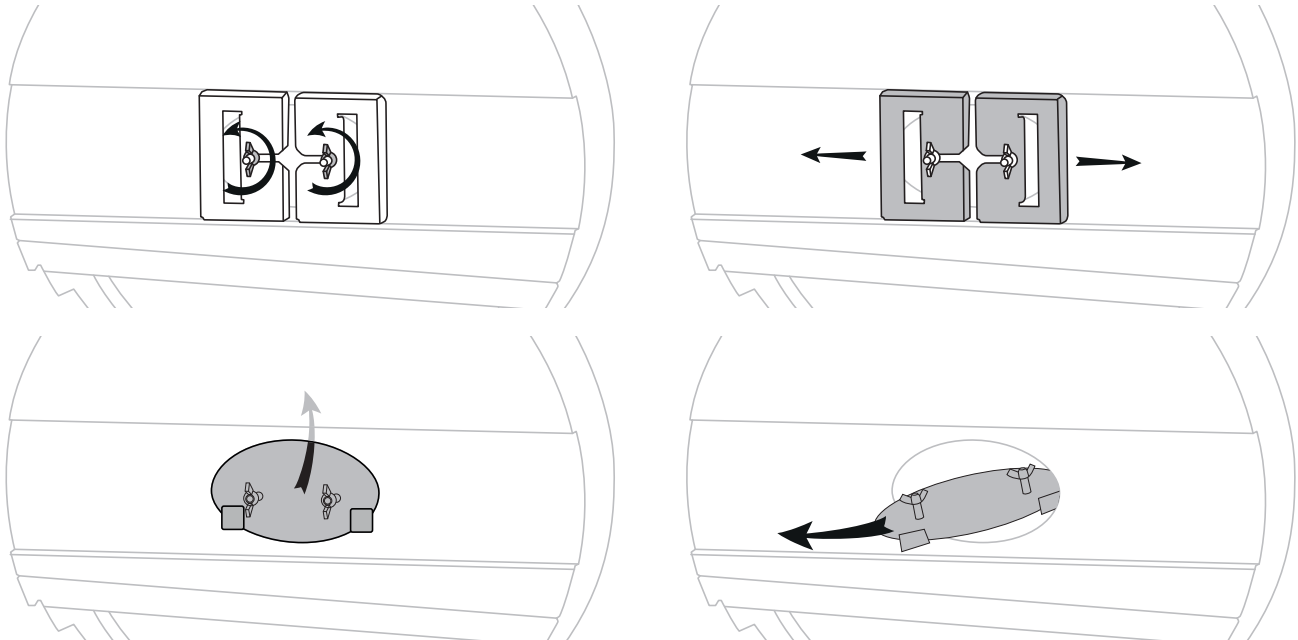

fig. 55 - Démontage de la trappe arrière
- Ouvrir la porte de foyer et la trappe de la boîte à fumées (voir fig. 55, page 74).